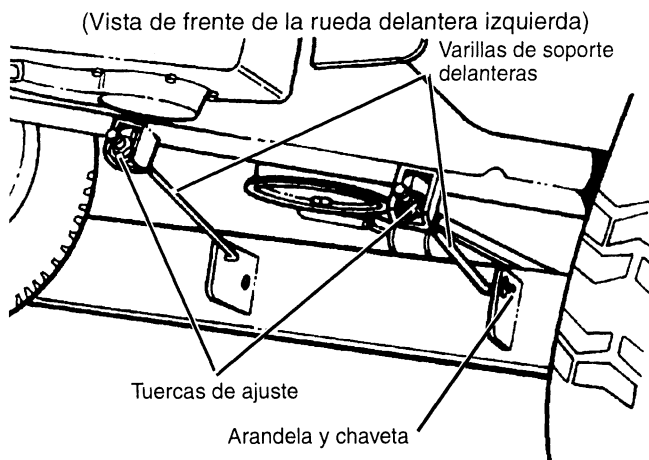

FIGURA 46
- Gire las tuercas en las varillas de soporte delanteras por igual, hasta que el ajuste sea correcto. (vea la Figura 46) Girar la tuerca en el sentido de las manecillas del reloj, elevará la parte delantera del cortacésped. Girar la tuerca
- Retire el pasador de traba con resorte y la arandela de las dos varillas de soporte del cortacésped al frente de la plataforma. (Vea la Figura 46)
- Conecte las varillas de soporte al frente de la plataforma, con arandelas y pasadores de resorte (vea la Figura 46).